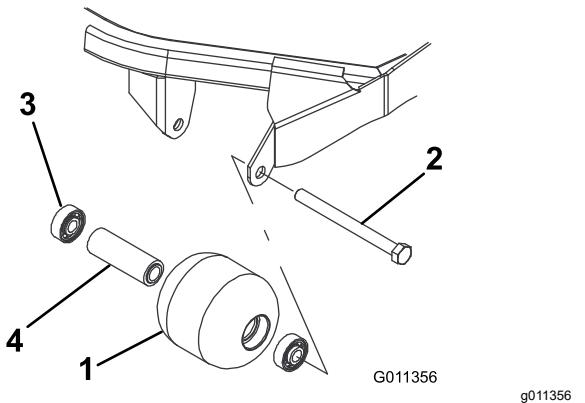

Рисунок 87
- Снимите болт крепления валика (Рисунок 87).
- Осмотрите корпус, подшипники и распорную втулку подшипника валика на наличие повреждений (Рисунок 87). Замените все поврежденные компоненты и соберите их.
- Запрессуйте передний подшипник в корпус валика (Рисунок 87). Прикладывайте усилие только к наружному кольцу или одинаковое усилие к внутреннему и наружному кольцам.
- Вставьте втулку подшипника (Рисунок 87).
- Запрессуйте второй подшипник в корпус валика (Рисунок 87). Запрессуйте, нажимая с одинаковым усилием на внутреннее и наружное кольца до тех пор, пока внутреннее кольцо не войдет в контакт с проставкой.